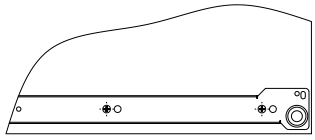

Рис.1
1. При помощи винтов 5x10.5 установить направляющие длиной 400 на боковины 2, 6. **Внимание:** данные направляющие закрепляются во вторые (большие) отверстия (Рис.1).